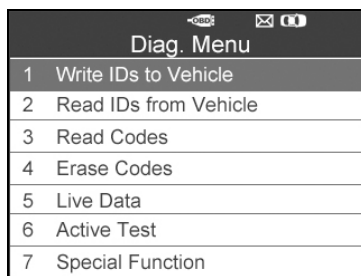

Рисунок 4.22
- 1) Используя кнопки прокрутки **вверх/вниз**, выберите в меню диагностики TPMS пункт **Write IDs to Vehicle [Запись идентификаторов в ЭБУ автомобиля]**, а затем нажмите кнопку **Y**. (См. рисунок 4.22)
- 1) Используя кнопки прокрутки **вверх/вниз**, выберите в меню диагностики TPMS пункт **Read IDs from Vehicle [Считывание идентификаторов из ЭБУ автомобиля]**, а затем нажмите кнопку **Y**. (См. рисунок 4.22)
- 1) Используя кнопки прокрутки **вверх/вниз**, выберите в меню диагностики TPMS пункт **Read Codes [Считывание кодов]**, а затем нажмите кнопку **Y**. (См. рисунок 4.22)
- 1) Используя кнопки прокрутки **вверх/вниз**, выберите в меню диагностики TPMS пункт **Erase Codes [Удаление кодов]**, а затем нажмите кнопку **Y**. (См. рисунок 4.22)
- 1) Используя кнопки прокрутки **вверх/вниз**, выберите в меню диагностики TPMS пункт **Live Data [Оперативные данные]**, а затем нажмите кнопку **Y**. (См. рисунок 4.22)